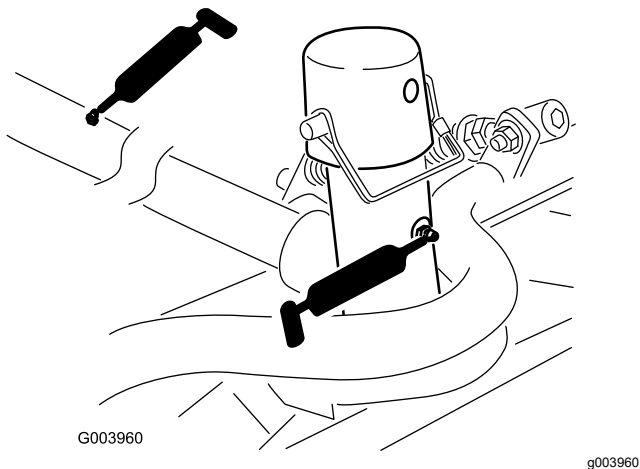

Figure 75
- Bâti porteur d'unité de coupe et pivot (x 2) (Figure 75)